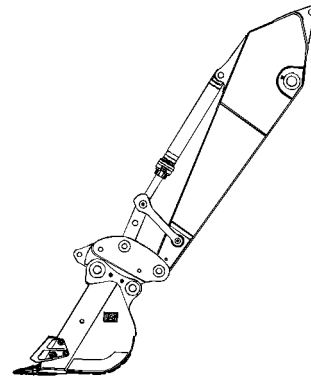

Ilustración 203
1. Cuando usa un acoplador rápido con sujetapasador hidráulico, se puede conectar un cucharón que esté en posición invertida. Observe la ilustración 203 para obtener un ejemplo de cómo conectar un cucharón que esté en posición invertida.